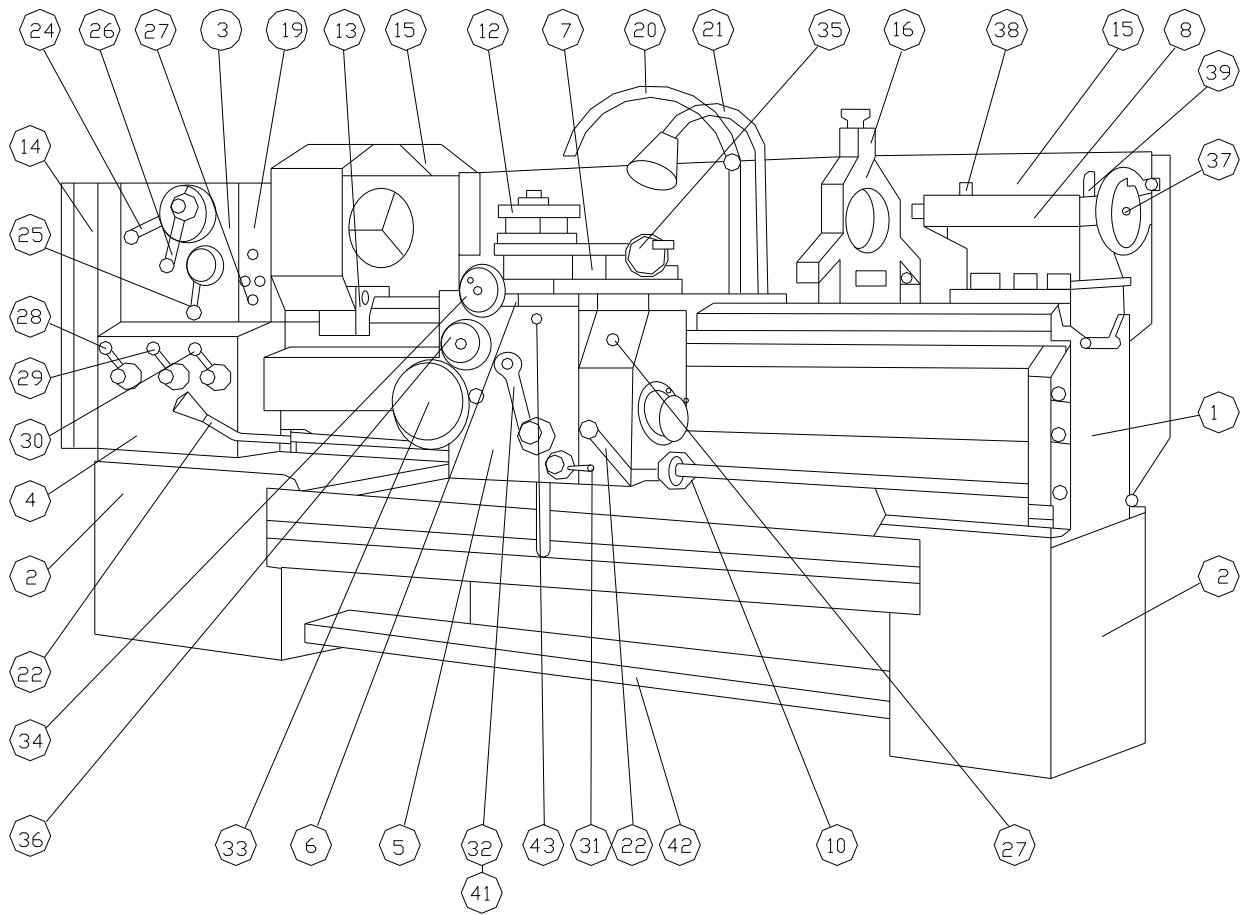
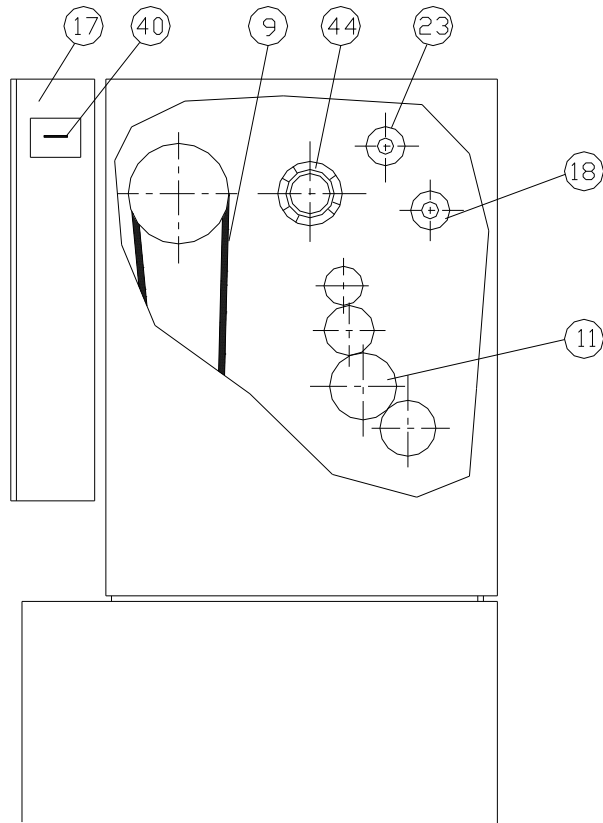

Рис.4-1. Основные части и органы управления
Рис.4-2. Основные части и органы управления
На Рис.4-1 и Рис.4-2 показаны основные части и органы управления станка
Диск, на рис.4-3 и рис.4-5, находящийся на лицевой стороне коробки скоростей и управляемый рукояткой 24 рис.4-1, имеет четыре фиксированных положения. Сектор диска, в котором находятся требуемые обороты, устанавливается левее или правее вертикальной линии в зависимости от того где находится фиксированное положение диска.
Рукояткой 26, рис.4-2, имеющей два фиксированных положения, указатель устанавливается в направлении к соответствующему сектору.
Ступица, рис.4-6, управляемая рукояткой 25, рис.4-1, снабжена тремя цветовыми индикациями (зеленой, красной и синей) рис.4-6. Цвет на фоне требуемой оборотной ступени устанавливается напротив стрелки на табличке.
Запуск и остановка шпинделя для вращения в прямом или обратном направлении производится рукояткой 22 рис.4-1.
- **Механизм для нормального и увеличенного шага, левой и правой резьбы:** он расположен в коробке скоростей поз.3 рис.4.2 и его настройка производится рукоятками – поз.23 и 18;
- **Гитара, рис.4-2 поз.11:** ее настройка производится путем перемещения самого нижнего зубчатого блока, согласно рис.4-7; 4-8; 4-9 и 4-10 или табличке, установленной на лицевую часть коробки скоростей;
- **Коробка подач позиция 4 рис.4.1:** ее настройка производится рукоятками 28 и 29 на шаг резьбы или подачу и рукояткой 30 на вид резьбы и подачу;
- **Коробка суппорта:** автоматическое движение подач суппорта осуществляется ведущим валом и суппортным механизмом. Включение и выключение продольной или поперечной подачи суппорта производится рукояткой 32 рис.4-1. Направление, в котором перемещается рукоятка, соответствует направлению движения суппорта.
Движение суппорта при нарезании резьбы осуществляется через ведущий винт и разъемную гайку коробки суппорта. Зацепление разъемной гайки к ведущему винту производится посредством рукоятки 31 рис.4-1.
Управление суппорта при зацепленной гайке производится через рукоятки 22 рис.4-1.
Включение быстрого хода суппорта производится установкой рукоятки 32 рис.4-1 на автоматическую подачу в желаемом направлении движения и нажатием кнопки 41 рис.4-2 для включения электродвигателя. Коробка суппорта оснащена обгонной муфтой, которая обеспечивает включение суппорта на быстрый ход как при выключенном, так и при включенном движении коробкой подач.
- Задайте обороты и оборотный обхват ручками 24, 25 и 26 рис.4-1 и согласно табличке для резьбы;
- Рукояткой 23, рис.4-2 задайте механизму нормальный или увеличенный шаг;
- Рукояткой 18, рис. 4-2 задайте направление (левая или правая резьба);
- Настройте самый нижний зубчатый блок гитары на поз.11 рис.4-2 согласно табличке для резьбы;
- Задайте множительный механизм рукоятки 28, рис.4-1 согласно табличке для резьбы (А;В;С;D) ;
- Задайте избирательный механизм рукояткой 29, рис.4-1 согласно табличке для резьбы (1, 2, 3, 4, 5, 6, 7 и 8);
- Задайте вид резьбы рукояткой 30, рис.4-1;
- Рукояткой 31, рис.4-1 произведите зацепление разъемной гайки к винту;
3. Чрез ременную шайбу вручную произведите вращение шпинделя таким образом, чтобы цифра 0 с таблички 44, рис.4-2 очутилась напротив указателя;
4. Установите рукоятку 18, рис.4-2 в нейтральном положении;
6. Включите рукоятку 18 рис.4-2;